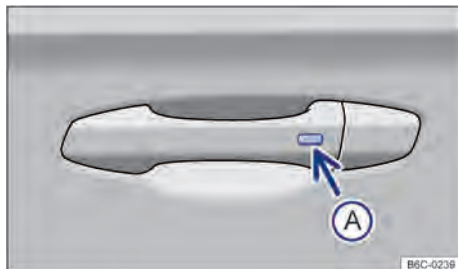

Fig. 48 En la manilla interior de la puerta: tecla para bloquear o desbloquear.
- 1 Presionar la tecla → **fig. 48 A** en el exterior de la manilla interior de la puerta.
- 2 Presionar la tecla → **fig. 48 A** en el exterior de la manilla interior de la puerta.
- Dentro de 5 segundos, presionar la tecla en el lado exterior de la manilla interior de la puerta → fig. 48 . Así, no asirse a la manilla de la puerta. El sistema de cierre y arranque sin llave "Keyless Access" está temporalmente desactivado.